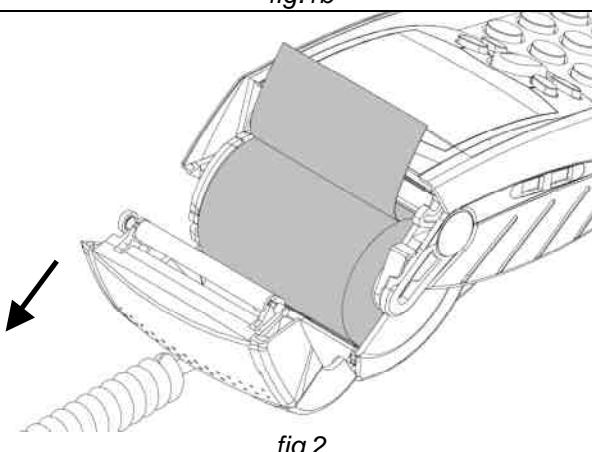

fig.2
- 3- Installer le rouleau de papier dans son logement selon le sens de déroulement de la figure 2.
- 4- Dévider le papier jusqu'au sommet de l'appareil (figure 2).